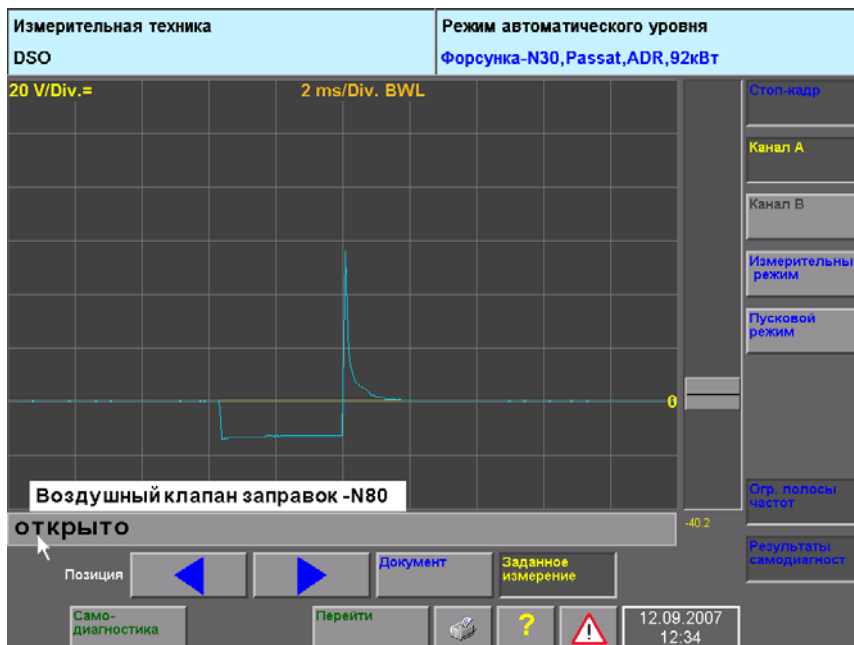

Рис. 5-23 Окно «DSO» с индикацией значений диагностики исполнительных механизмов (стрелка)
Для значений OBD и LT можно задать индикацию соответствующего идентификатора кратким нажатием какого-либо значения из самодиагностики автомобиля (пример см. на рис. 5-23). При повторном кратком нажатии на экран за пределами полосы значений измеряемых величин идентификатор снова исчезает.
5. Снова перейти в окно «Мультиметр» или «DSO». Будет отображено значение, полученное при диагностике исполнительных механизмов (см. рис. 5-23).